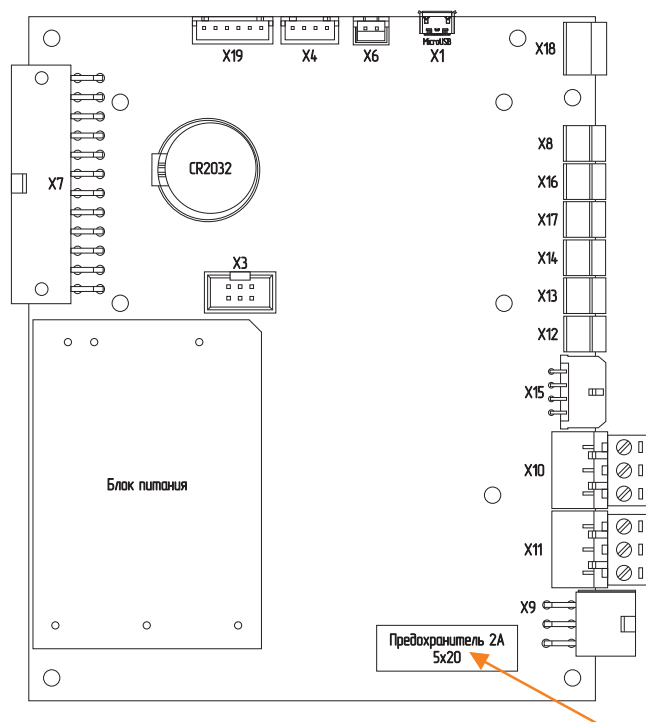

Рис.15 Плата контроллера
3. замените предохранитель рис.15 (запасной предохранитель в базовой комплектации котла).